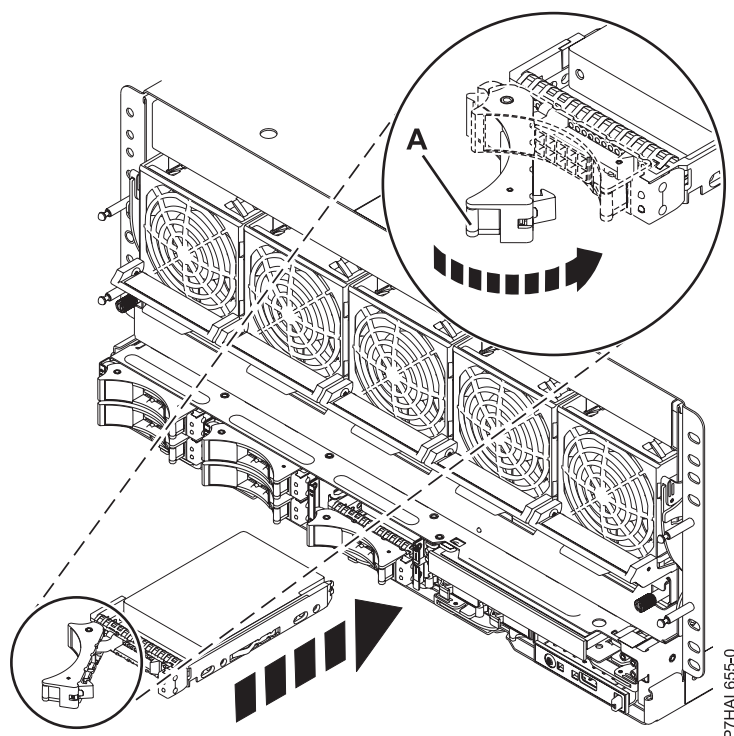

Figura 12. Instalación de una unidad de disco en el sistema
8. Cuando el LED de identificación se encienda de manera fija, deslice la unidad hasta el fondo del sistema o de una unidad de expansión y empuje hacia adentro el asa de la unidad (A) hasta que quede encajada, como se muestra en Figura 12.